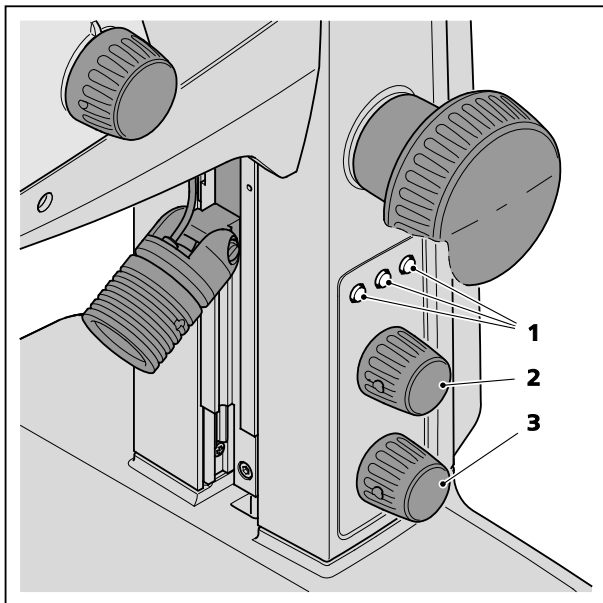

図 6 記憶ボタンの操作
スタンド M LED には記憶ボタン (図 6/1) が付いています。様々な入射光、透過光/混合ライト照明を素早く切り替えられるように、様々な照明ステータスを記憶します。
- 上側の回転ボタン (図 6/2) または下側の回転ボタン (図 6/3) を押して、希望の照明 (入射光および/または透過光) をオンにします。
- 上側の回転ボタン (図 6/2) または下側の回転ボタン (図 6/3) を回して、入射光/透過光の強度を調整します。
- 希望の記憶ボタン (図 6/1) を3秒間押しします。記憶プロセスが完了すると、3つのボタンがすべて点灯します。